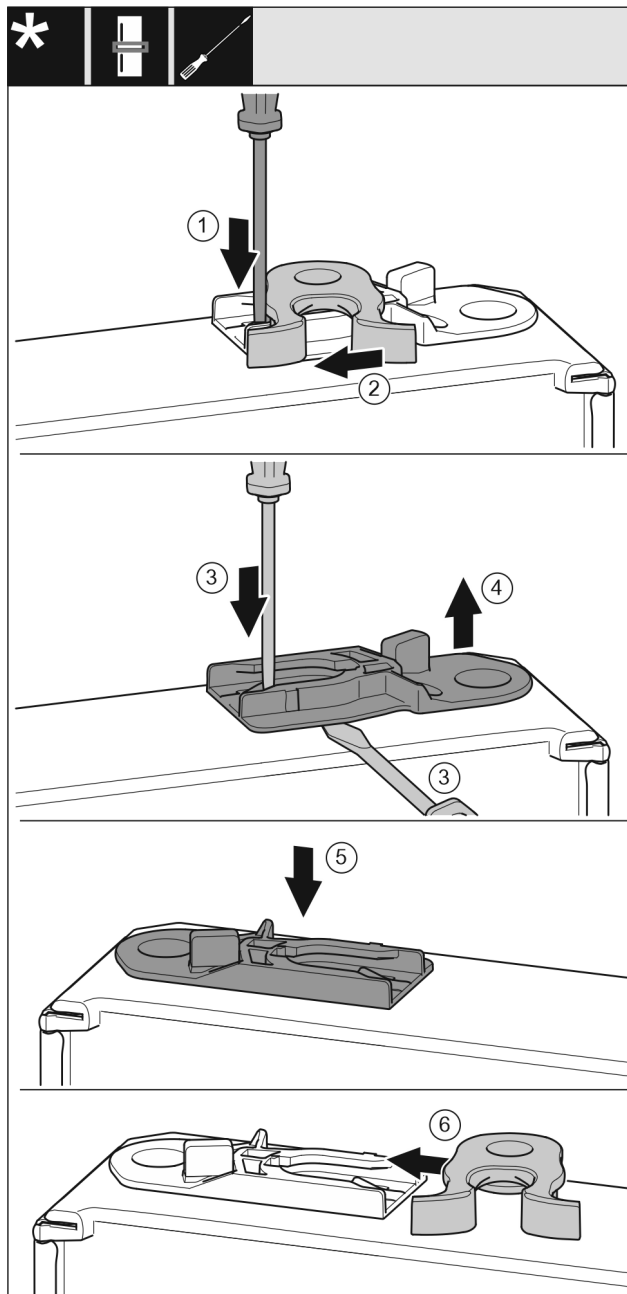

Fig. 19
- Odvijačem s ravnom glavom pritisnite spojnicu Fig. 19 (1) prema dolje.
- Izvucite kuku za zatvaranje Fig. 19 (2) iz vodilice.
- Izvucite čahuru za vođenje Fig. 19 (3, 4): Odvijačem s ravnom glavom pritisnite spojnicu i istodobno umetnite odvijač s ravnom glavom ispod čahure za vođenje.
- Gurnite isporučenu čahuru za vođenje Fig. 19 (5) na drugoj strani uređaja.
- Gurnite kuku za zatvaranje Fig. 19 (6) u vodilicu.